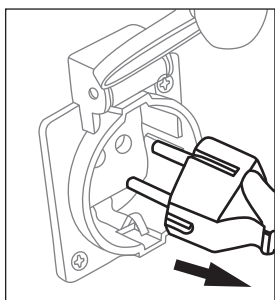

рис. 8
6. Отсоедините все электрические нагрузки, отключите подачу напряжения на панели штепсельных розеток. Переведите основной прерыватель цепи переменного тока в положение «ВЫКЛ» (рис. 8).